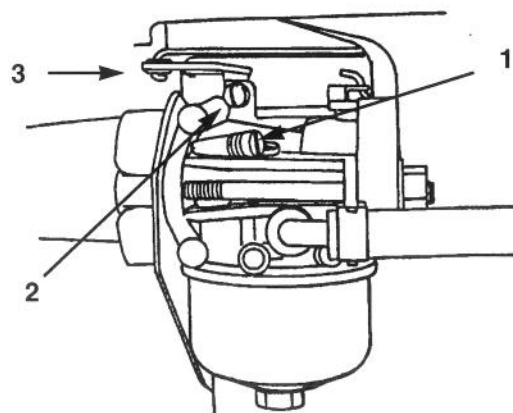

Fig. 26
- A. Girate leggermente in senso orario la vite della miscela del minimo (Fig. 26), fin quando si chiude appena. Non forzate (avvitandola) questa vite perché potreste danneggiare il carburatore.
- B. Aprite la vite della miscela del minimo (Fig. 26) di un giro in senso antiorario. Questa regolazione vi consente di avviare il motore.
- A. Tenete il braccio dell'acceleratore contro la vite del minimo (Fig. 26). Regolate questa vite in modo che il motore giri al minimo a 1750 giri/min primo, e verificate i giri con il tachimetro.
- B. Sempre tenendo il braccio dell'acceleratore contro la vite del minimo, girate lentamente la vite della miscela del minimo (Fig. 26) in senso orario (verso l'interno) fin quando il motore inizia a rallentare (miscela povera). Ora girate la vite della miscela del minimo in senso antiorario (verso l'esterno) fin quando il motore inizia a funzionare irregolarmente (miscela ricca).
- C. Ora girate la vite della miscela del minimo (Fig. 26) a metà tra la miscela povera e la ricca, fin quando il motore avrà una marcia regolare.